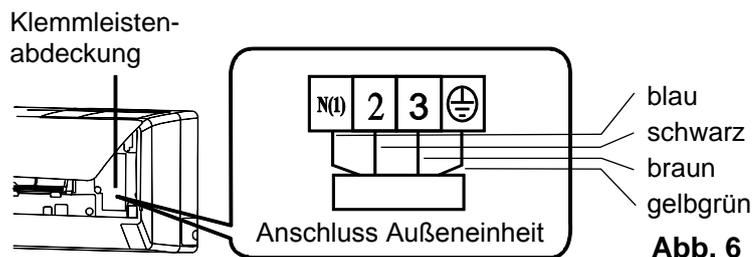

Abb. 6
3. Das Stromversorgungskabel an der Klemmleiste anschließen (siehe Abb. 6).